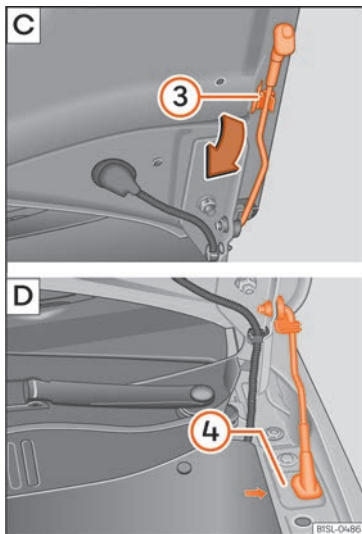

Fig. 162 [C]: Vareta de subjecció del capó al capó del motor. [D]: Capó del motor assegurat amb la vareta de subjecció del capó.
- Extraieu la vareta de subjecció del capó del seu suport en el sentit de la fletxa »» fig. 162 ③ i col·loqueu-la a l'obertura prevista per a aquesta finalitat ④ (fletxa).